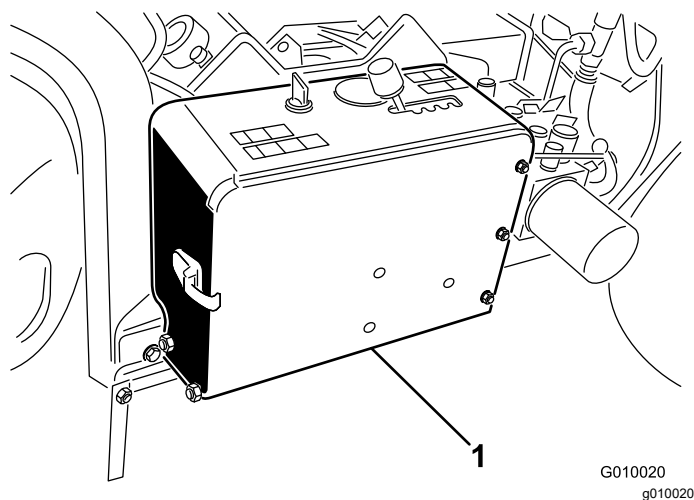

**Figura 50**
1. Destranque e abra a cobertura do compartimento da bateria (Figura 50).